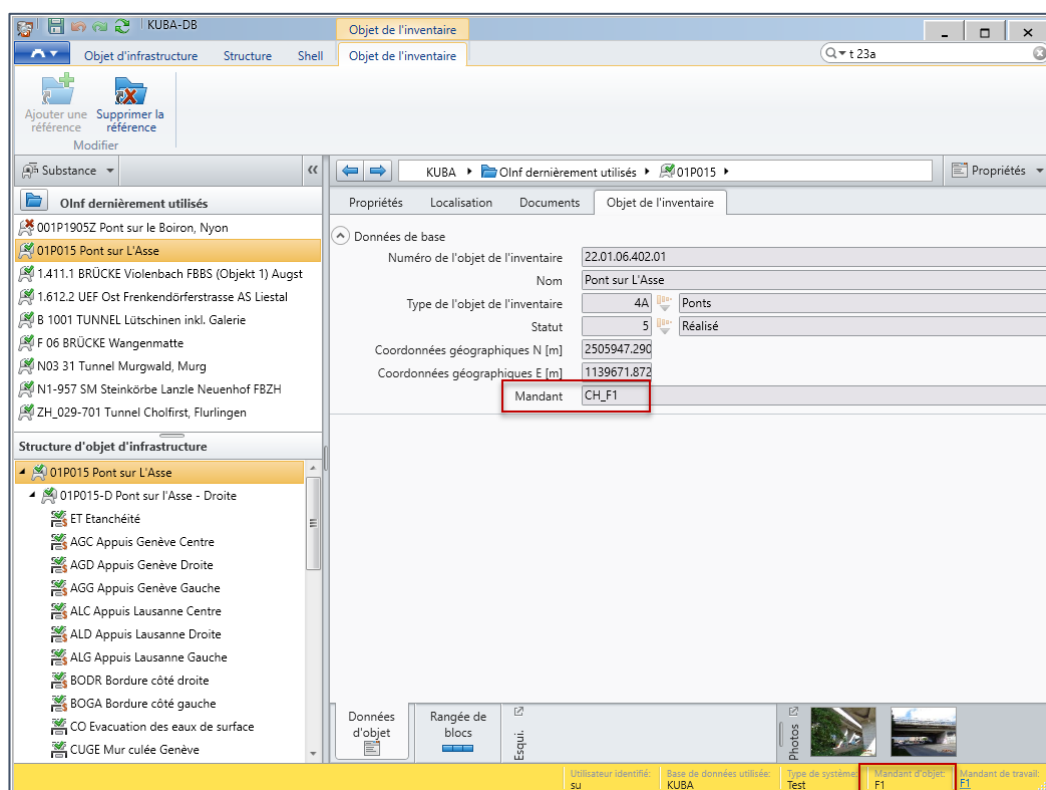

Fig. 9.1 Objet d'inventaire.
- Tels que la SBB par exemple (voir : Fig. .9.1)